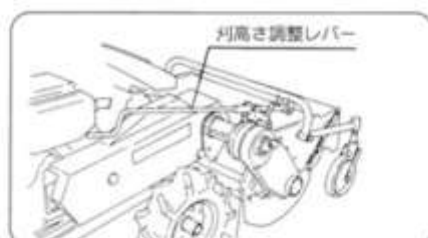

図42
- ③ 刈高さ調整レバーを調節して中耕除草の深さを決めます。
- 中耕除草の深さは0～90mm調節できます。(図42)